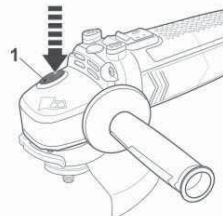

Fig. 10
- > Appuyez sur le bouton de verrouillage de la broche [1] et tournez la broche jusqu'à ce qu'elle se verrouille (Fig. 10).